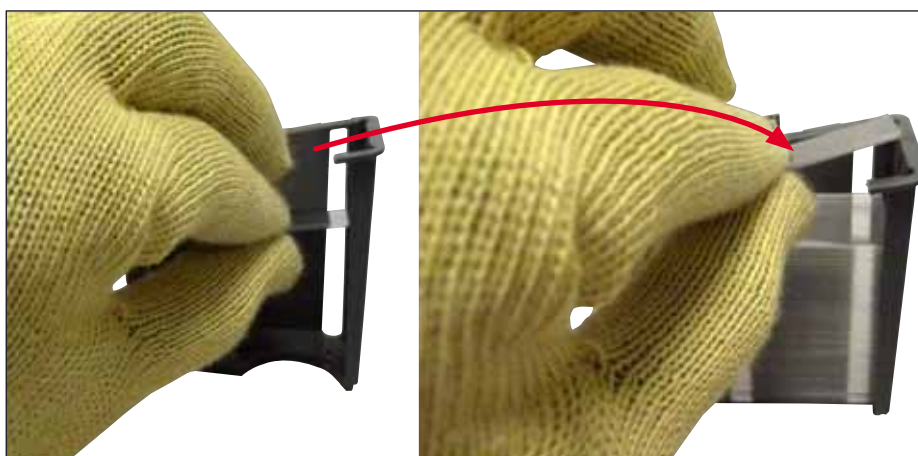

Fig. 64
- Sørg for, at dækglasset sidder korrekt i magasinet (→ Fig. 64).